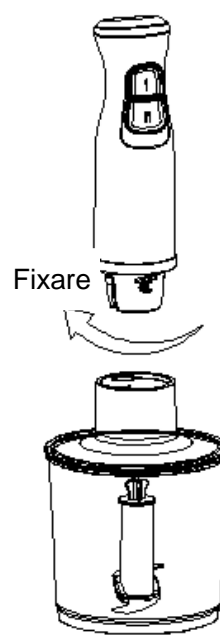

Fig:3
5. Introduceți unitatea motorului în orificiul din capacul bolului de tocare, apoi rotiți-l în sensul acelor de ceasornic până la fixarea acestuia. (vezi Fig. 3)